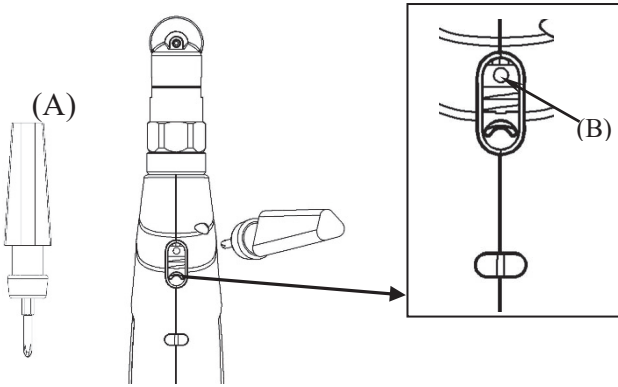

Abb.3
2. Verwenden Sie den beiliegenden Schraubendreher (A) und führen Sie ihn in das kreisförmige Loch (B) ein. (siehe Abb.3).